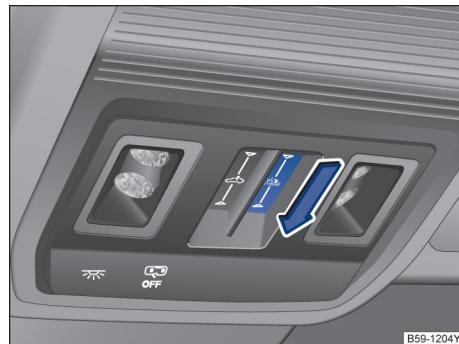

图 74 在顶篷中：关闭遮阳卷帘
- 自动运行：通过向前滑动功能按键 →图 74。通过点击功能按键中断自动运行。